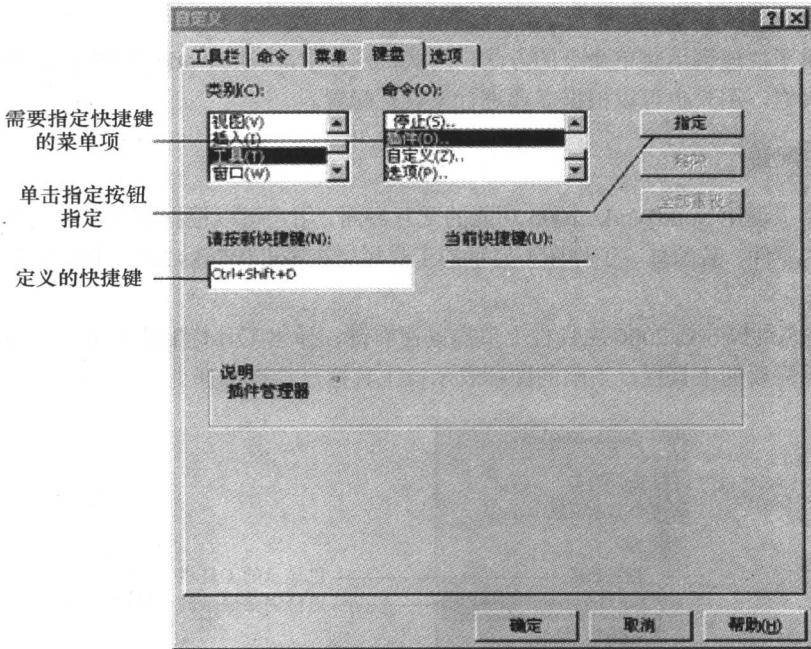

图 1-5 菜单快捷键定义示意图
- 在 SolidWorks 2006 中调用菜单命令【工具】|【自定义...】，弹出自定义对话框如图 1-5 所示。
- 在“类别”和“命令”框中选择需要定义快捷键的菜单项，然后将鼠标指针移动到“请按新快捷键 (N)”输入框，按下自定义的快捷键 Ctrl+Shift+D。